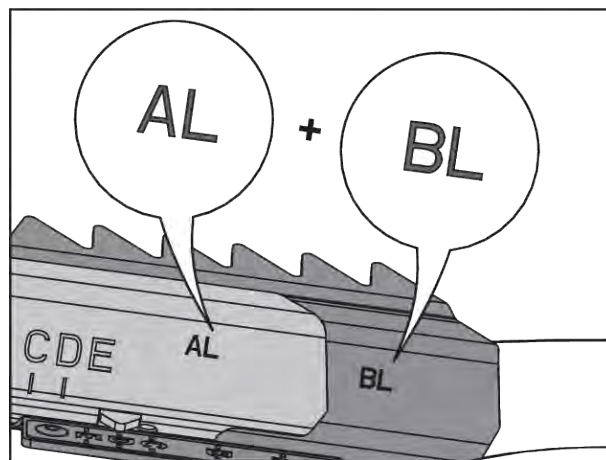

Fig. 81: Spredevingekombinasjon
- Se Fig. 81 Spredevingekombinasjon